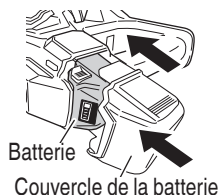

Fig. 24
- (2) Fixer la batterie et le couvercle de batterie (Fig. 24)
- (10) Fixer la batterie et le couvercle de batterie (Fig. 24)
- (4) Fixer la batterie et le couvercle de batterie (Fig. 24) Effectuer un essai à vide rapide pour s'assurer qu'il n'y a pas d'anomalies pendant le fonctionnement de l'outil.